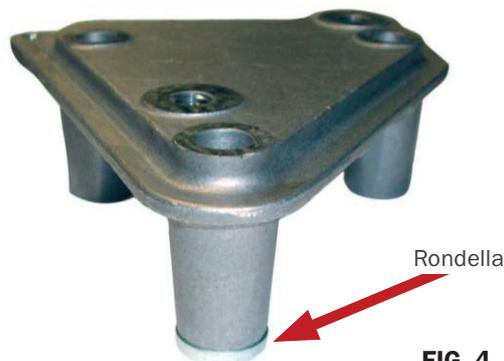
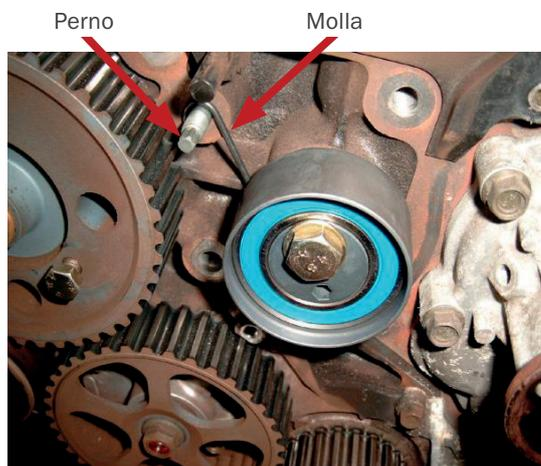

FIG. 4
FIG. 5
K025563XS è dotato di una rondella che compensa la perdita di spessore della piastra base sotto alla gamba corta della staffa di supporto del motore precedente, così come da Fig. 4, e contiene un perno che serve ad agganciare la molla del nuovo tenditore (Fig. 5). È sempre possibile utilizzare questo K02: fino al motore n. 328703, utilizzando la rondella e il perno; e dal motore n. 328704 senza la rondella e il perno.
3. Inserire e serrare (18,6 Nm) il perno sul lato destro della puleggia della pompa di iniezione (Fig. 5).
11. K025563XS: attaccare la rondella (Fig. 4) sul fondo della gamba di supporto del motore (utilizzando la colla di fissaggio), al fine di evitare di perdere la rondella quando si allenta il bullone della staffa di supporto successivamente. K035563XS: installare la nuova staffa.